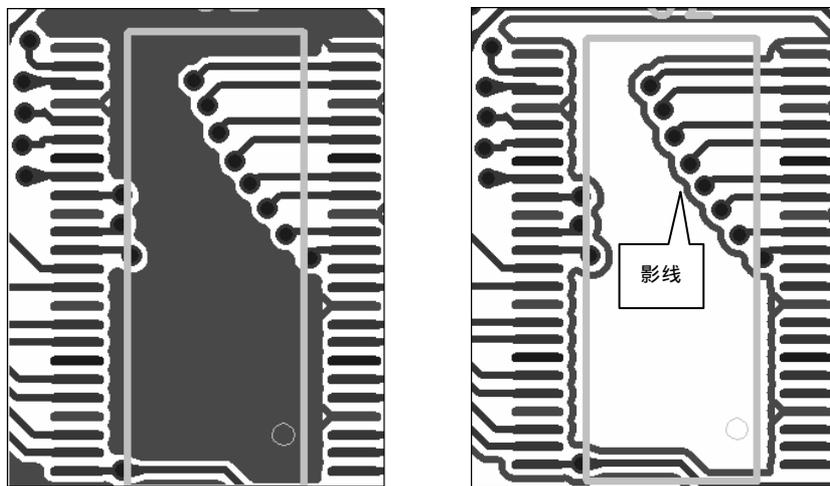

图 12-16 影线的含义
(2) “填”选项 当完成对一个设计的覆铜处理之后，需要进行保存，此时 PADS 会让用户选择采用何种保存方式，无论选择哪一种方式保存，当再一次打开该设计时，会发现原先保存的覆铜不见了，取而代之的是一些边线，如图 12-16 所示。